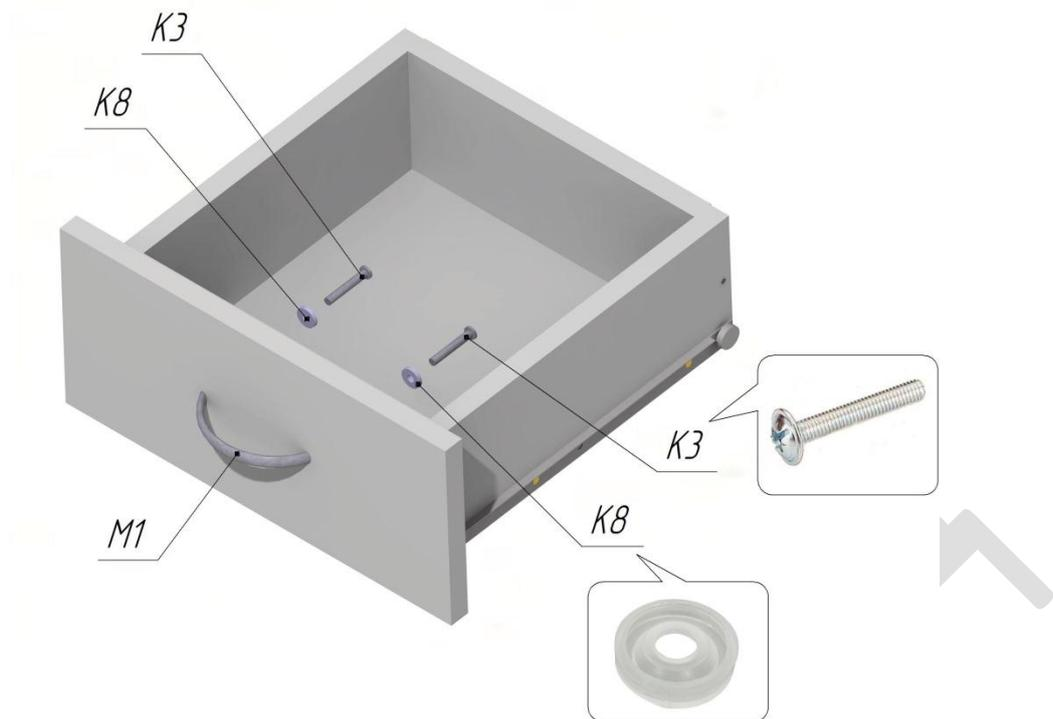

Рисунок 15
21. Закрепить ручку ящика М1 с помощью винтов К3 и шайб К8. См.Рис.15.